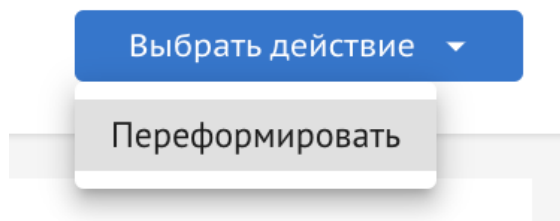

Рисунок 33. Действие “Переформировать”
- 3) Нажать на “Переформировать”(Рисунок 33)